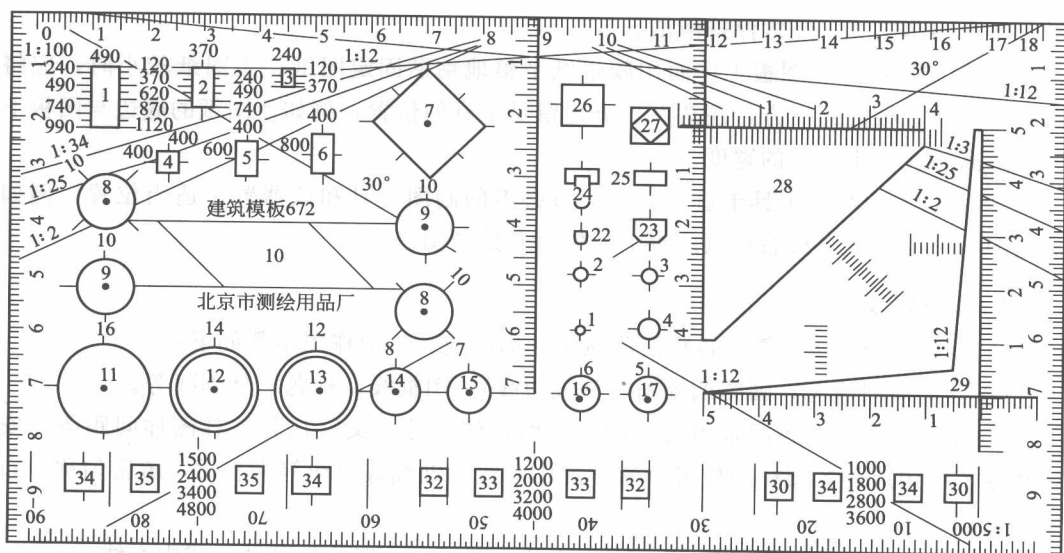

图 1-15 建筑模板
③ 建筑绘图模板。如图 1-15 所示，主要用于画各种建筑图例和建筑图的常用符号。